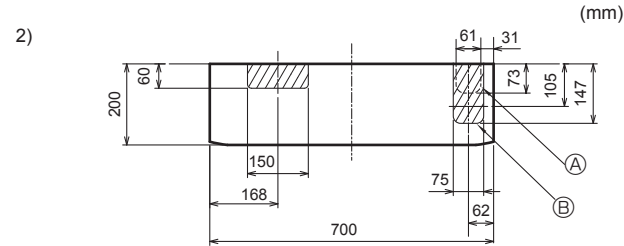

Fig. 3-8
- 2) Para tuberías derecha o izquierda hacia abajo (Fig. 3-8)